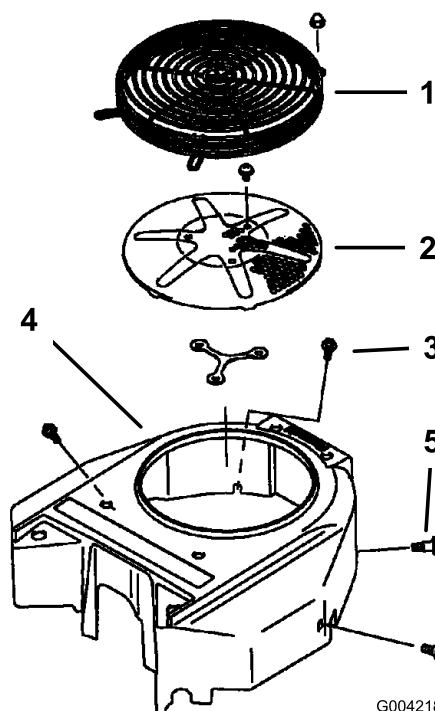

Figure 74
5. Remettez la grille d'entrée d'air, le lanceur et le carter du ventilateur (Figure 74).
Avant chaque utilisation, enlevez l'herbe, les saletés et autres débris éventuellement accumulés sur la grille du moteur. Cela permet d'assurer un refroidissement, un régime moteur corrects, et réduit les risques de surchauffe et de dommages mécaniques du moteur (Figure 74).
3. Déposez la grille d'entrée d'air, le lanceur et le carter du ventilateur (Figure 74).